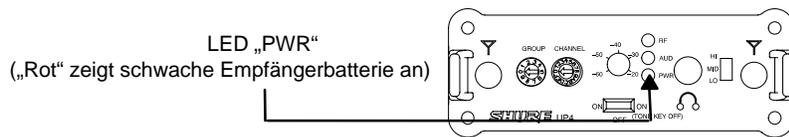

ABBILDUNG 8
2. Die LED „PWR“ auf der Frontplatte beobachten (Siehe Abbildung 8). Wenn sie rot aufleuchtet, ist die Batterie schwach und sollte sofort ausgetauscht werden.